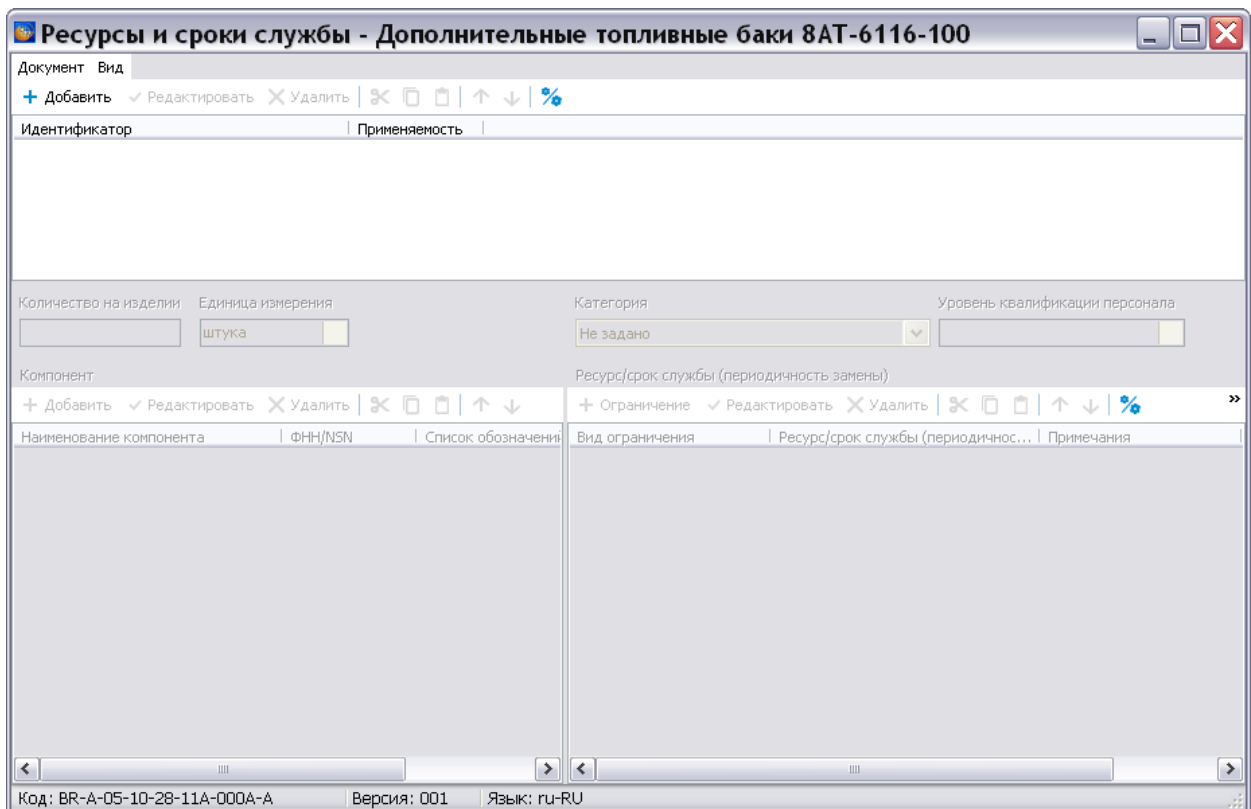

Рисунок 718
4) Выделите версию и нажмите на кнопку . При этом откроется диалоговое окно редактора с названием модуля данных (рисунок 718).